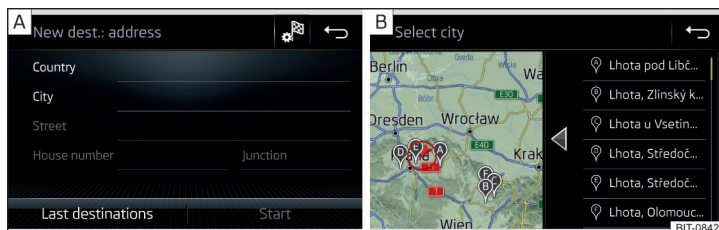

Fig. 172 Inserimento della destinazione tramite l'indirizzo: menu principale / elenco delle località cercate
- ▶ Inserire l'indirizzo della destinazione e confermarlo » fig. 172 - **A**.
In base al numero di località cercate è possibile visualizzare automaticamente una cartina con un elenco delle località cercate » fig. 172 - [\[B\]](#).